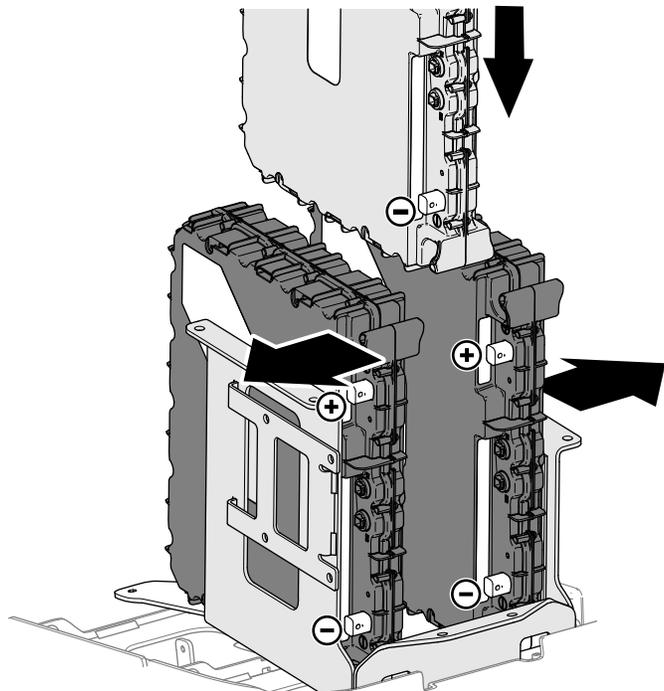

Bild 13
- B. Richten Sie die äußeren Akkus so aus, dass sie an der linken und rechten Seite der oberen Montageplatte anliegen (**Bild 13**).
- C. Richten Sie den mittleren Akku so aus, dass die Akkupole nach hinten zeigen, und senken Sie den mittleren Akku in die obere Montageplatte zwischen den äußeren Akkus ab (**Bild 13**).